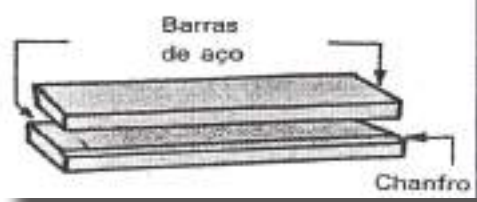

Fig. 40
- Formem um ângulo igual entre si, contando com os dentes inclinados, um para cada lado, formando um sulco aproximadamente igual ao dobro da espessura da folha (fig. 40).